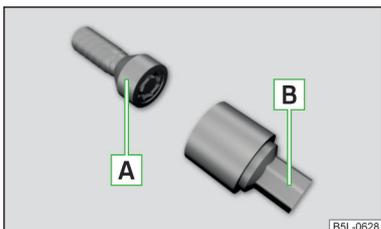

Abb. 327
Die Anti-Diebstahl-Radschrauben schützen die Räder vor einem Diebstahl. Diese lassen sich ausschließlich mit dem Aufsatzstück **B** » Abb. 327 lösen/festziehen.
- Den Radschlüssel bis zum Anschlag auf die Radschraube stecken. Für die Anti-Diebstahl-Radschrauben das zugehörige Aufsatzstück verwenden » Abb. 327 auf Seite 297.